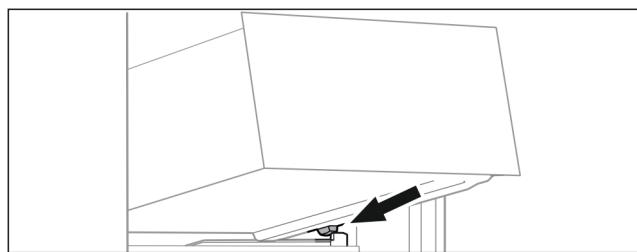

Fig. 62
- Nasadte zásuvku šikmo za zarážky na žebrování na nádoby. (viz Fig. 62)